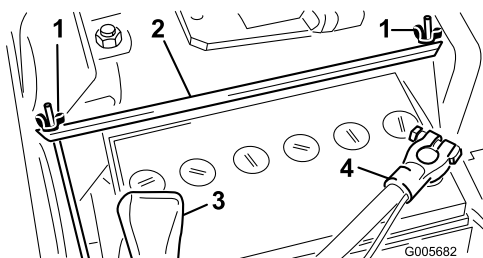

Figura 6
2. Retire as duas porcas de orelhas e a cinta de fixação que segura a bateria (Figura 6). Levante a bateria para fora do chassi. Guarde ambas as porcas de orelhas e a cinta de fixação num local seguro para utilização posterior.